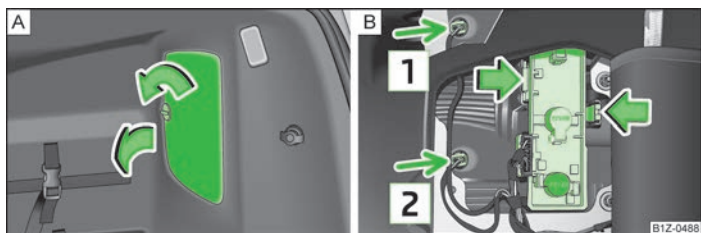

Fig. 168 Portbagajul: capul soclului / demontarea soclului
- Deblocați și deschideți apărătoarea soclului » fig. 168 - [A].
- Apăsăți elementele de blocare în sensul săgeții și scoateți soclul becului » fig. 168 - [B].